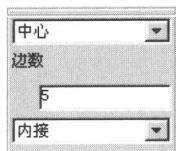

图 1-2 正五边形的绘制
2) 正五边形的绘制。单击曲线生成工具栏上的“多边形”按钮 ，在特征树下方的立即菜单中设置“中心”定位方式，边数设为 5 条，内接。鼠标点取已绘制的外接圆的圆心为中心点，键盘输入边起点坐标 $(100, 0)$ ，最后单击鼠标右键结束该五边形的绘制。这样我们就得到了五角星的五个角点，如图 1-2 所示。